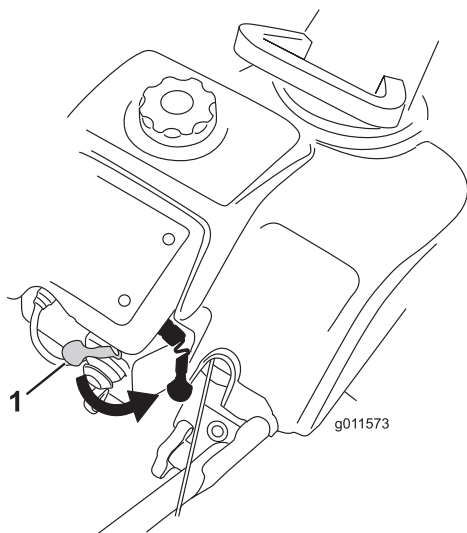
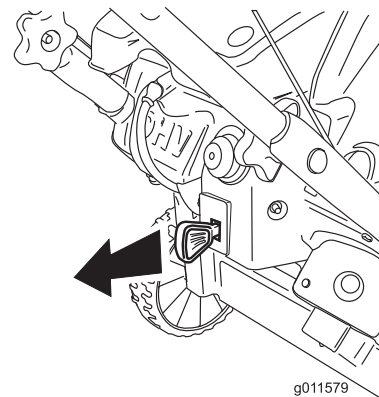

Bild 17
Bild 23
2. Schieben Sie den Chokehebel ganz nach rechts (Bild 17).
Ziehen Sie zum Abstellen des Motors den Zündschlüssel nach außen, bis er in der Aus-Stellung einrastet (Bild 23) oder schieben Sie den Choke ganz nach rechts (Bild 17).